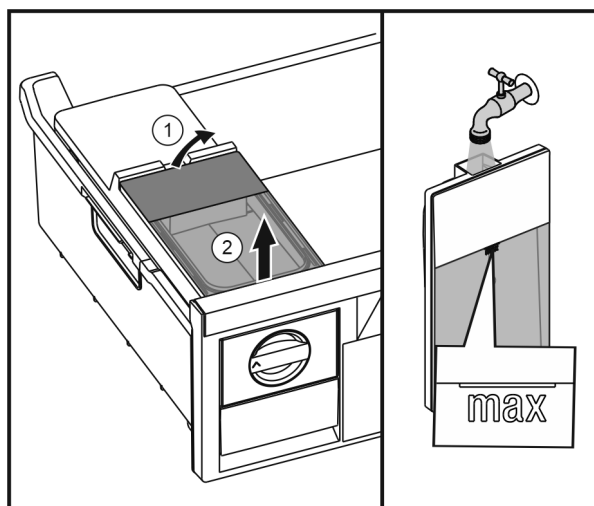

Fig. 21
- ▶ Zvedněte vzadu nádržku na vodu Fig. 21 (1) a poté ji vyjměte směrem nahoru Fig. 21 (2).